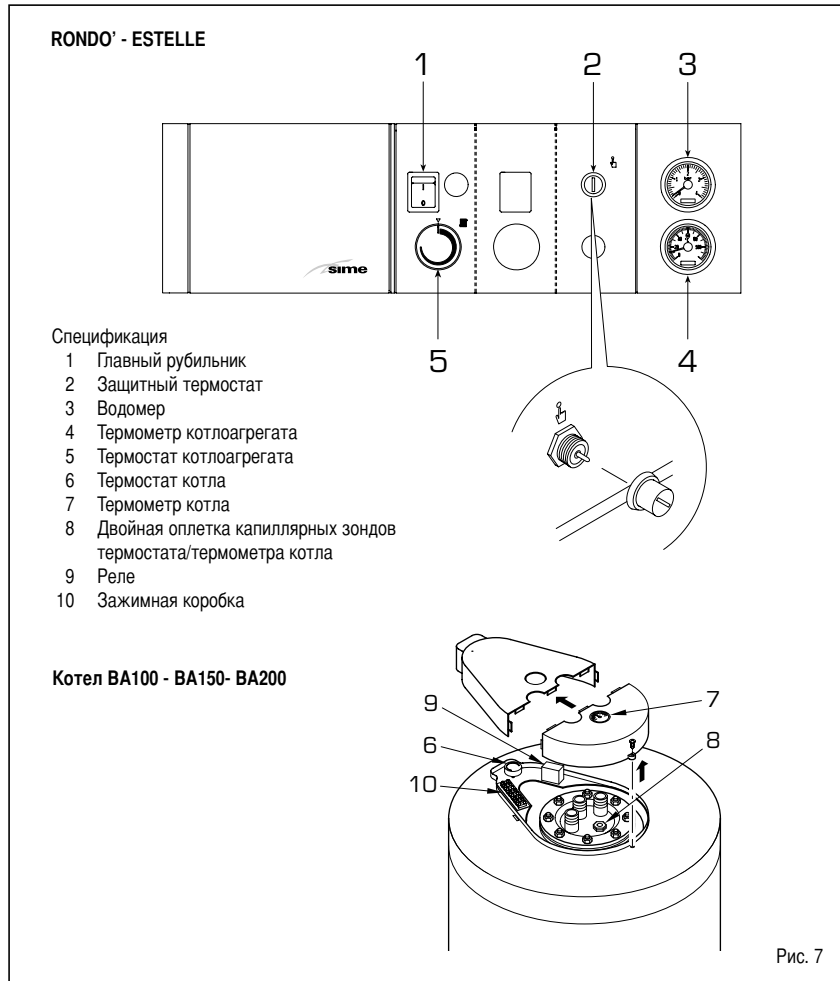

Рис. 7
- уберите защиту котла для того, чтобы иметь доступ к клеммной коробке котла /рис.7/;
3.2.1 Включение котлоагрегата /рис.7/
3.2.2 Защитный термостат /рис.7/
3.2.3 Заполнение системы /рис.7/
3.2.4 Выключение котлоагрегата /рис.7/